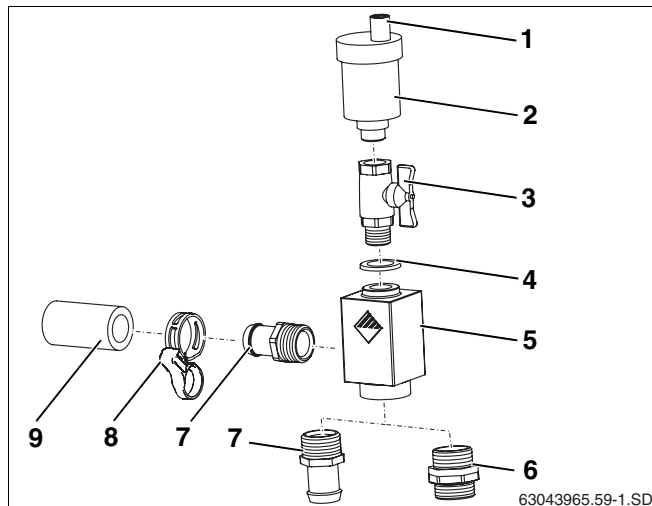

Fig. 59 Conjunto de purga universal
A instalação solar é purgada através do parafuso sem cabeça aberto. Quando está em funcionamento e para não entrar humidade na instalação solar devido ao parafuso sem cabeça aberto, a tampa protectora (fig. 59, **item 1**) deve sempre estar colocada sobre o parafuso sem cabeça.
Fornecimento do conjunto de purga universal (fig. 59):